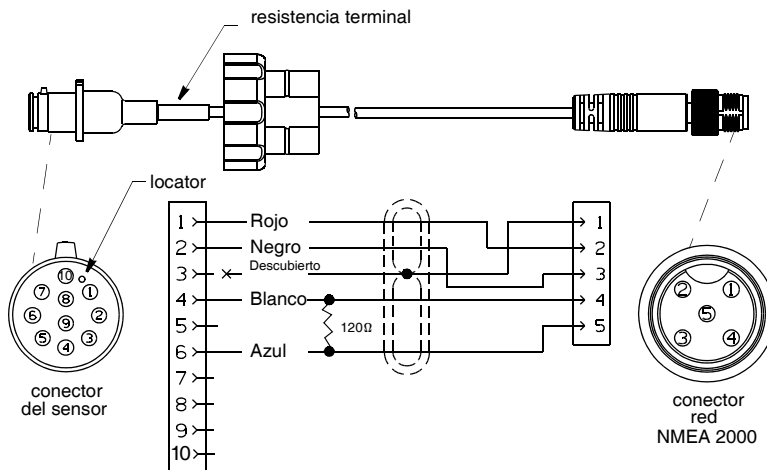

Figura 7. Cable del sensor NMEA 2000® [10m (33')]
**NOTA:** Los cables de sensor de más de 6 m (20') de largo tienen una resistencia terminal incorporada en el conector del sensor (figura 7).